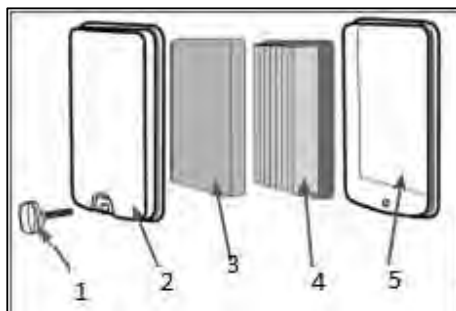

Рис. 20 Обслуживание воздушного фильтра Т-50
Открутите болт 1 и снимите крышку 2 воздушного фильтра (Рис. 20)
Извлеките предварительный поролоновый 3 и основной бумажный 4 фильтрующие элементы (Рис. 20).
7. При незначительном загрязнении промойте предварительный поролоновый фильтрующий элемент 3 (Рис. 20) теплым мыльным раствором и просушите. Поврежденный или сильно загрязненный поролоновый фильтрующий элемент замените.
**ВНИМАНИЕ!** Бумажный фильтрующий элемент 4 (Рис. 20) не подлежит очистке, необходима его замена. Не продувайте основной бумажный фильтрующий элемент сжатым воздухом, не промывайте его в бензине и других растворителях. Эксплуатация двигателя с грязными или поврежденными фильтрующими элементами, или без фильтрующих элементов приведет к попаданию грязи и пыли в карбюратор и двигатель, что в свою очередь, станет причиной его быстрого износа. Двигатель в этом случае не подлежит ремонту по гарантии.
8. Произведите очистку крышки 2 и корпуса 5 воздушного фильтра (Рис. 20).
6. Установите на место фильтрующие элементы. Установите крышку воздушного фильтра и зафиксируйте ее винтом 1 (Рис. 20).